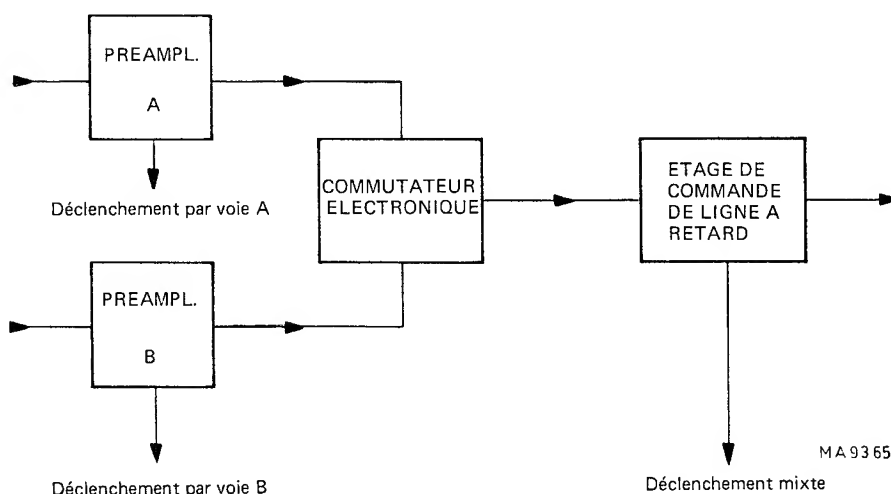

Fig. 2.5. Schéma synoptique du circuit de déclenchement mixte
**Remarque:** Si on emploie le déclenchement mixte en fonctionnement bivoie (commuté ou alterné) et qu'un seul signal est fourni (à l'entrée A ou B), on ne peut obtenir un déclenchement stable. C'est normal vu que la source de déclenchement est également commutée de A à B (voir figure 2.5.).